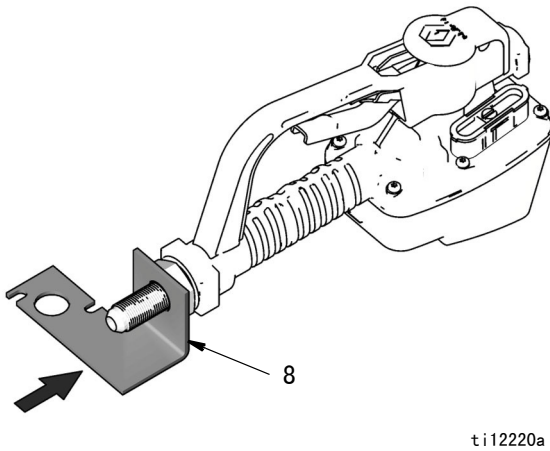

图 7
7. 将支架 (8) 安装在长直通管接头螺纹 (3) 上。请参见图 7 将支架与流量计对准。此外, 按照步骤 a - b (如下) 进行操作将有助于正确对准支架。
- a. 从虎钳上卸下流量计并将其朝下放在垫板上, 以使支架相对于桌面来说呈方形, 如图 7 所示。
- b. 将支架 (8) 与流量计对准, 即确保支架与流量计前面平行并处于正确的注油架安装方向, 如图 7 所示。